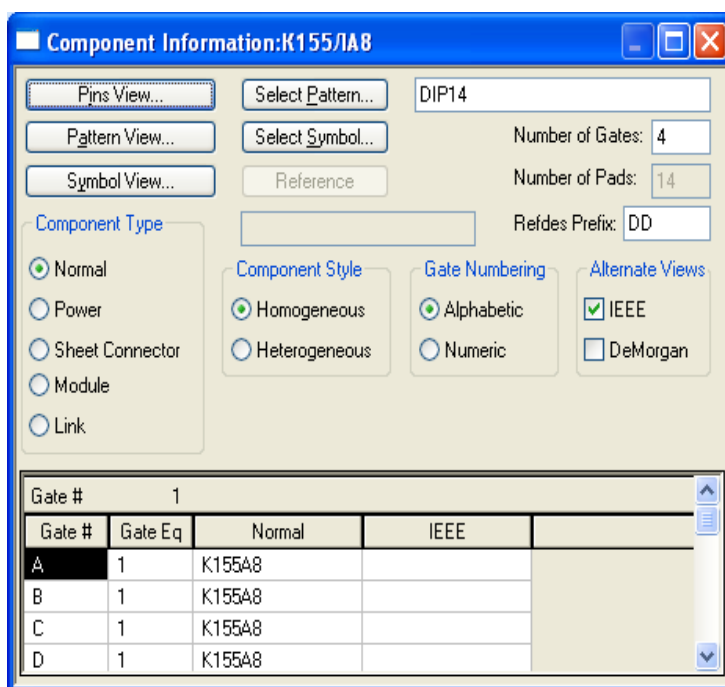

Рисунок 3.2 - Диалоговое окно **Component Information**
- После выхода из окна библиотеки и возникнет главное диалоговое окно **Component Information** (рис. 3.2).